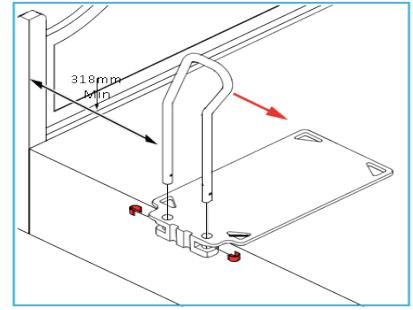

Abbildung 2
3.1c Positionieren Sie die Bettauflage so, dass der Benutzer den Griff aus einer entspannten Liegeposition erreichen kann, ohne sich strecken zu müssen. Für die Sicherheit des Benutzers muss dies mindestens 318 mm vom Kopf- oder Fußteil entfernt sein.(siehe Abb. 2).